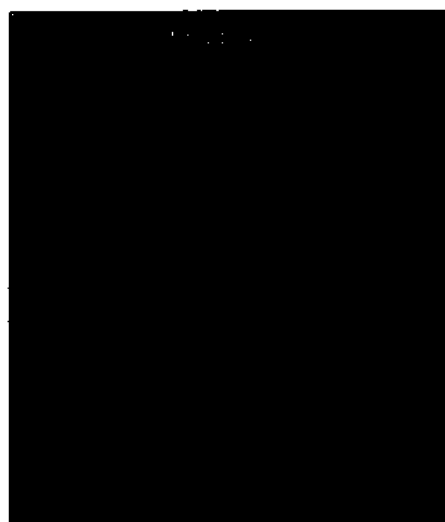

Рис. 7-29. Вкладка конфигурации автоматических инструментов
- Если функция **Auto lung zone increment** (Автоматическое переключение области легких) настроена (Рис. 7-29), после сохранения изображения по умолчанию активной будет становиться кнопка, обозначающая следующую область.